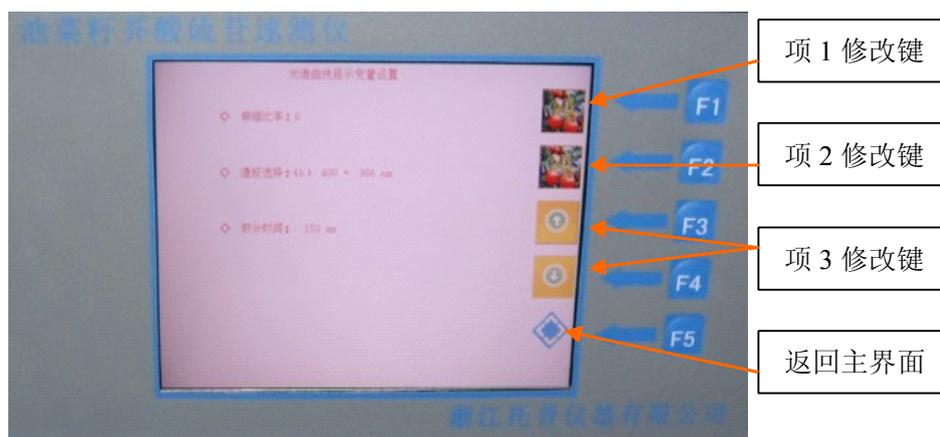

图 5 “谱带延展”子界面
- 1、按 F1 按键，进入谱带延展子界面，如图 5。“谱带延展”子界面有 3 个选择项：伸缩比率、谱段选择、积分时间。5 个按键：